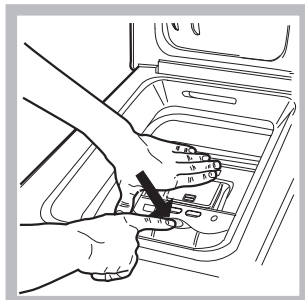

рис. 2
Б) Затем, используя обе руки, откройте барабан, как показано на рис. 2:
- Нажмите кнопку, обозначенную стрелкой на рис. 2, слегка вниз,